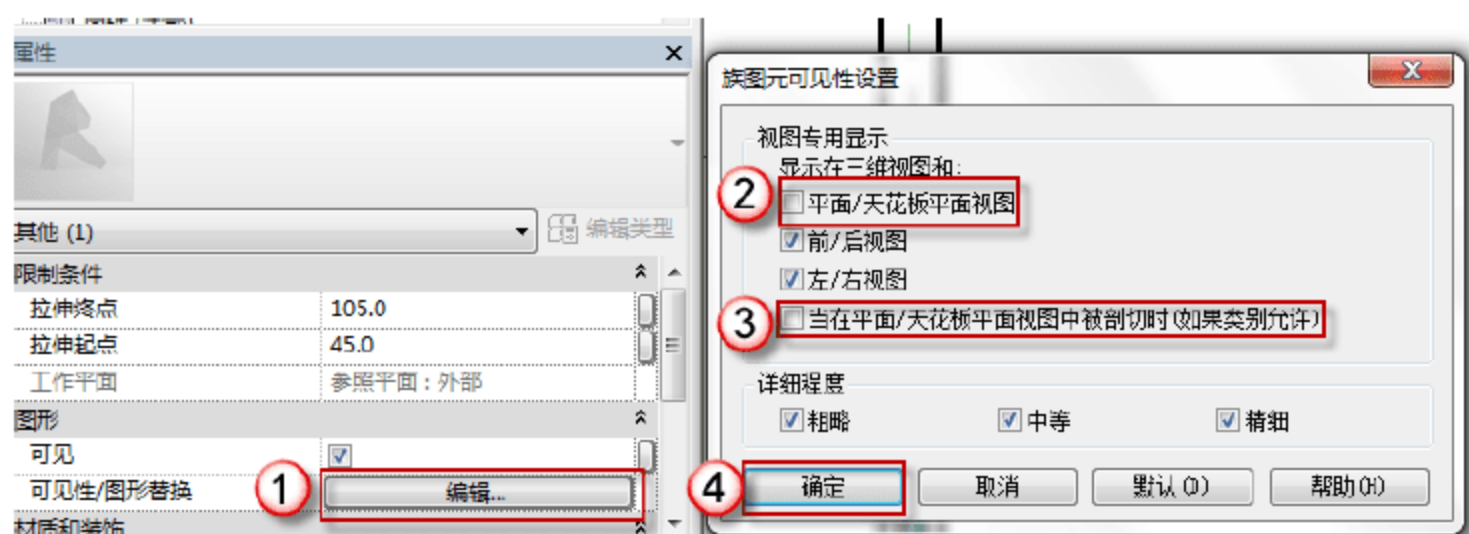

图 6.1.62 门板的可见性
(16) 修改门板的可见性。在门板的“属性”面板中,单击“图形”栏“可见性/图形替换”后的“编辑”按钮,弹出“族图元可见性设置”对话框,取消“平面/天花板平面视图”和“当在平面/天花板平面视图图中被剖切时(如果类别允许)”复选框的选择,单击“确定”按钮,如图 6.1.62 所示。